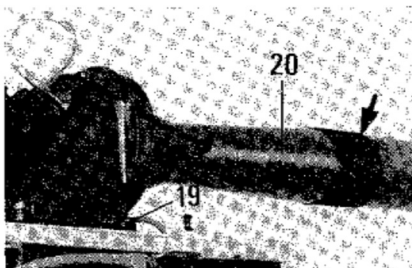
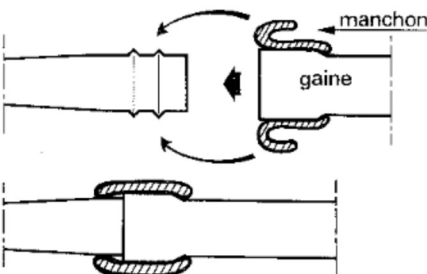

Fig. 15
Fig. 15b
Mettre en place cet ensemble traversée de mur, placer les joints d'étanchéité sur le double coude et le fixer sur le chauffe-bain à l'aide des 4 vis (19) (fig. 15).
Vérifier le montage de la gaine alu sur le tube venturi (20) (fig. 15).
Chaque élément de cette gaine est livré avec un manchon d'étanchéité en caoutchouc (fig. 15) qui doit être rabattu après le raccordement des éléments, pour en assurer l'étanchéité (fig. 15b).